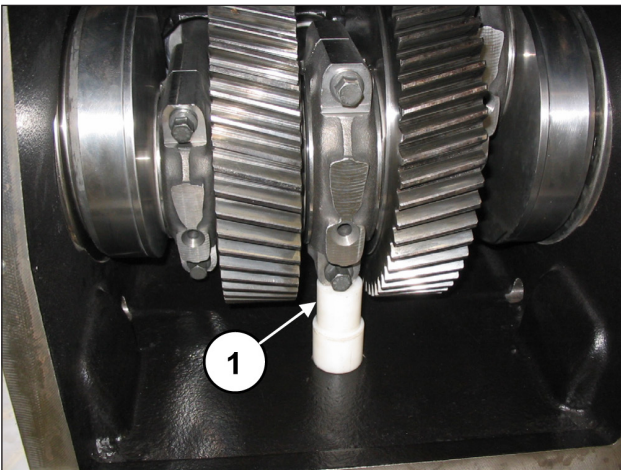

Abb. 85
Setzen Sie eine Passscheibe unter den Schaft der mittleren Pleuelstange, um die Drehung der Kurbelwelle zu kontern (Pos. ①, Abb. 85).